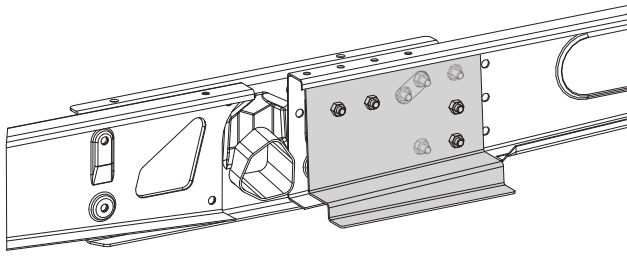

Abb. 17
- Geeignet für Wohnwagen bis 1800 kg und einem AL-KO M Chassis mit verschiebbaren Holmen (Abb. 17).